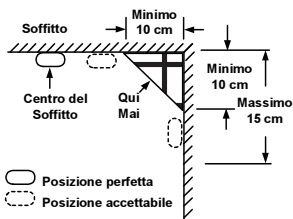

Figura 4: Posizioni perfetta e accettabile di installazione dei rivelatori di fumo e di calore
- ◆ Installare i rilevatori quanto più possibile al centro del soffitto. Se non è possibile, installarli ad almeno 10 centimetri di distanza dalle pareti della stanza come mostrato in figura 4.
Consultare la figura 4.